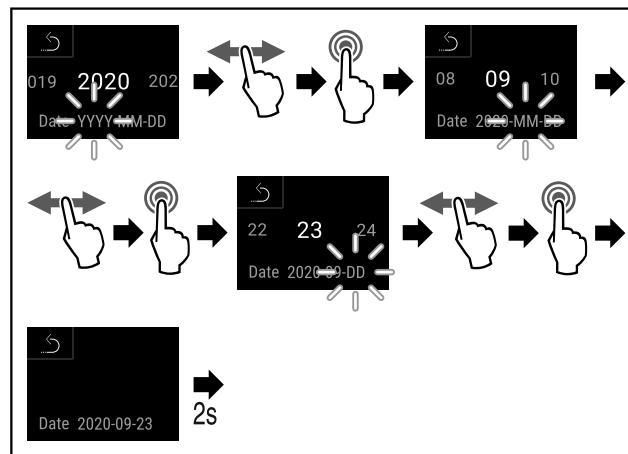

Fig. 106
- Seguir los pasos de procedimiento (consulte Fig. 106).